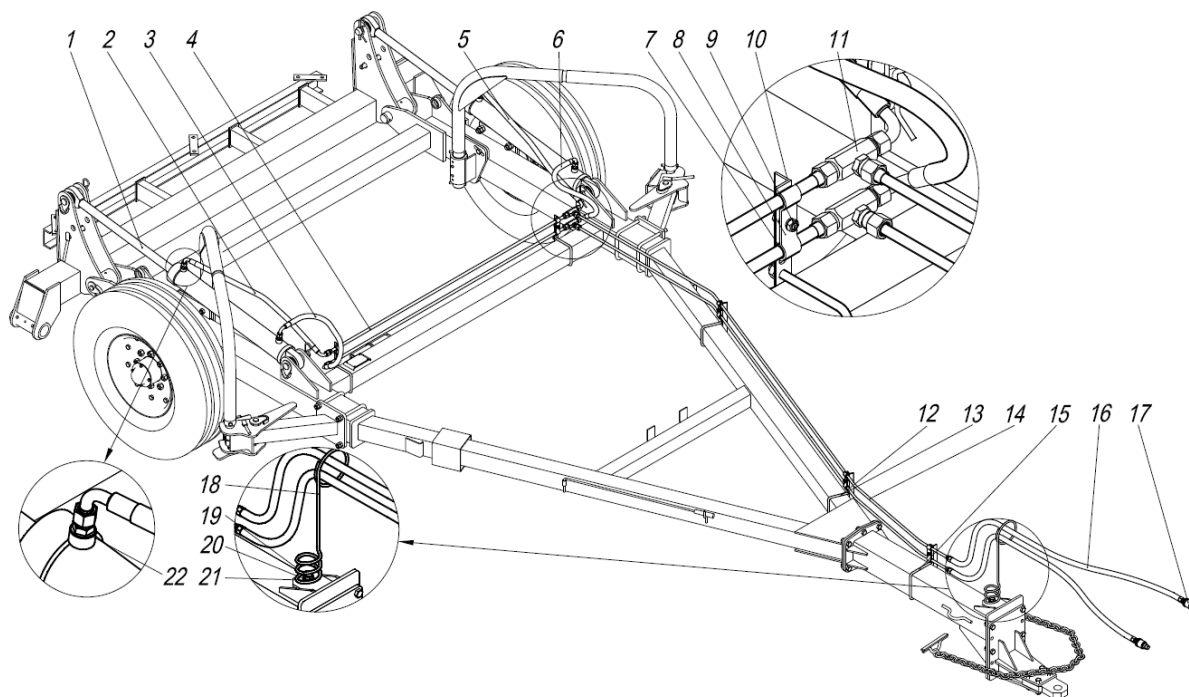

Рис.17 Гидросистема СГВ 05.000А
2.1.13 Гидросистема бороны (рис.17) служит для подъема и опускания рабочих органов на развороте, а также при переводе бороны в транспортное положение. Гидросистема состоит из двух гидроцилиндров 1, соединяющих раму с ницы с центральной балкой, трубопроводов 4,14, рукавов высокого давления 2,3,5,6 и 16, опоры 18, соединительной гидроарматуры, кронштейнов 10 и болтокрепеза (для закрепления гидротрассы).